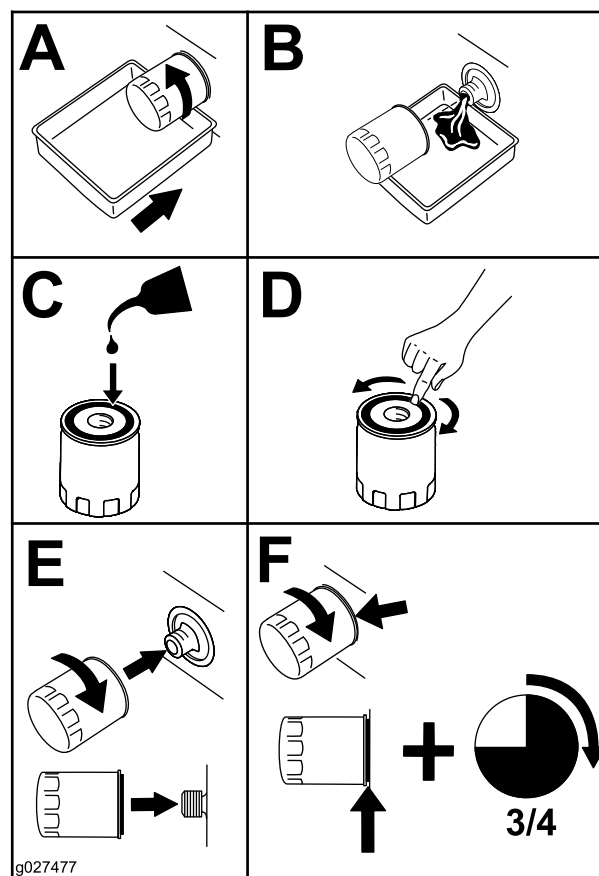

Figura 23
3. Rimuovete il filtro dell'olio motore (Figura 23). Una volta spurcato l'olio, installate un nuovo filtro dell'olio.